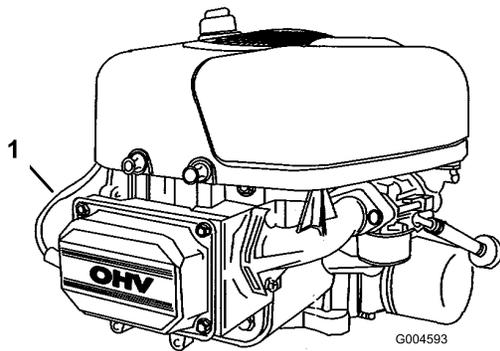

Figure 23
7. Débranchez la bougie (Figure 23).
3. Branchez la bougie (Figure 23).